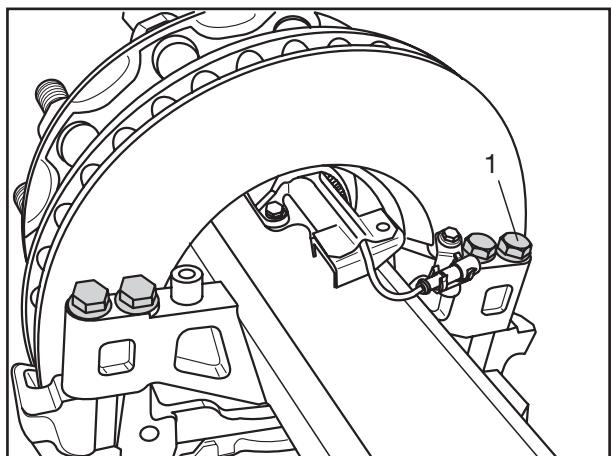

Fig. 3
- [5] Bei tangential verschraubten Bremsrahmen eine Schraube mit Scheibe gegenüber dem Festlager (Fig. 3/1) bis zur Kopfauflage vor- ziehen, anschließend die übrigen Schrauben mit Scheiben vormontieren.
- [6] Schraube (1) auf der Festlagerseite auf das vorgeschriebene Anziehdrehmoment von
- [5] In the tangentially mounted brake carrier, pre-tighten one bolt and washer opposite the fixed bearing (Fig. 3/1) until the bolt head makes contact. Then pre-tighten the other bolts and washers.